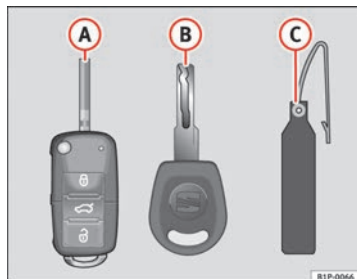

Fig. 61 Jeu de clés
- une clé avec radiocommande ⇒ fig. 61 **A** avec panneton escamotable,